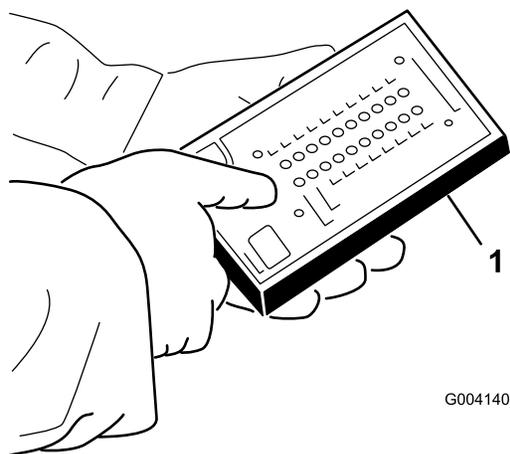

Рисунок 40
4. Подсоедините разъем диагностического прибора с дисплеем ACE к диагностическому разъему (**Рисунок 40**).